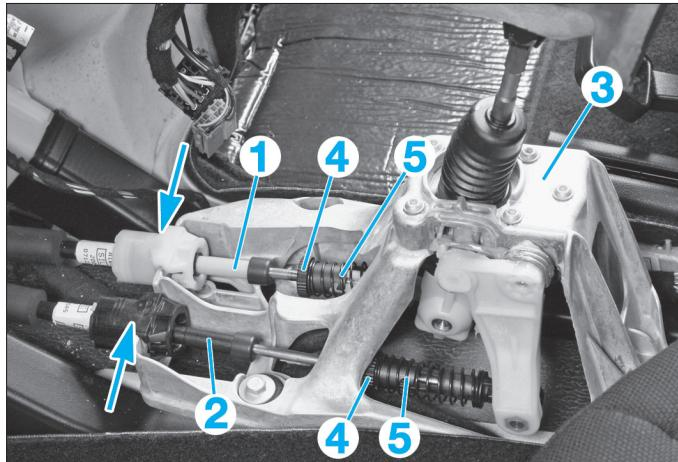

FIG. 4
- Dégrafer (flèches) les câbles de commande (1) et de sélection (2) du boîtier de levier de vitesses (3) (Fig.4).
- Repousser les agrafes de sécurité (4) en arrière (vers la planche de bord) et les bloquer dans cette position en les tournant sur la droite.
- Sortir les câbles de commande (1) et de sélection (2) des dispositifs de réglage (5).